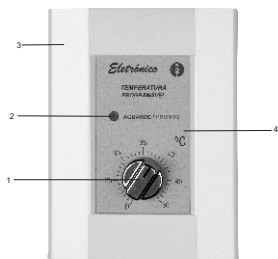
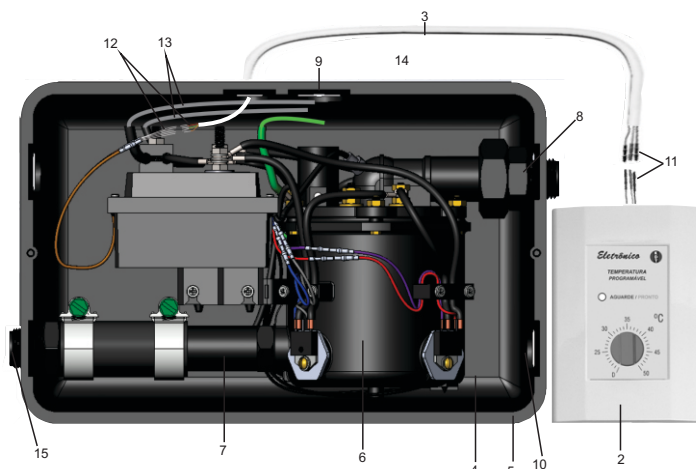

FIG.4 - CONTROLE REMOTO
FIG. 1 - AQUECEDOR CENTRAL
- A temperatura é programada através do Botão de Regulagem (Fig.4,nº1), de grau em grau, de 20°C até 50°C (a resolução é de 0,25°C).
- Posicione o Botão de Regulagem na temperatura desejada. Girando o Botão suavemente, a Lâmpada Piloto (Fig.4,nº2) piscará para cada variação de 1°C
- O Botão de Regulagem todo posicionado para esquerda (D) desliga o Aquecedor
- Ligue o registro de água. A Lâmpada Piloto (Fig.4,nº2) indica as situações de banho:
- Para manter a Tampa de acabamento do Aquecedor (Fig.1,nº1) e o Espelho de acabamento do Controle Remoto (Fig.4,nº3) limpos e em bom estado de conservação, utilize regularmente cera automotiva com silicone (observar as instruções de uso do fabricante).
- O Aquecedor Central KDT tanto pode ser instalado na posição normal (entrada de água à direita e saída à esquerda, como na posição inversa (entrada de água à esquerda e saída à direita), sua Caixa de Proteção (Fig1,nº4) já é desenhada para estas 2 possibilidades (Fig.1,nº10).
- Embuta a Caixa de Proteção do Aquecedor KDT na parede deixando as bordas (Fig.1,nº5) sobrepostas aos azulejos.
- Uma tela de proteção no niple rosqueável (Fig.1,nº7) impede a entrada de resíduos no Aquecedor. Se durante o uso houver diminuição progressiva da vazão, retirar o Aquecedor e limpar os resíduos desta tela que impedem a passagem livre da água. **Se preferir, chame uma Autorizada KDT para efetuar este serviço (relação anexa ou no site KDT).**
- **A NBR 5410 (Instalações Elétricas de Baixa Tensão) determina a instalação de Disjuntor (DR) com corrente diferencial de 30 mA e corrente nominal de 50A exclusivo para o seu circuito.** O aparelho permite uso de DR para água com resistividade superior a 1300 Ohm x cm.
- Ligue os dois fios de energia aos fios pretos (Fig.1,nº13), e o Fio Terra ao fio verde (Fig1,nº14) .
- **Importante para sua segurança - evite riscos de choques elétricos, conecte o Fio Terra (Fig1,nº14) a um sistema de aterramento em conformidade com a norma NBR 5410.** Se sua instalação não dispuser desse sistema, providencie um.
- O Controle Remoto pode ser posicionado em qualquer lugar no banheiro, **inclusive dentro do box.** Sugerimos colocá-lo dentro do box e perto da porta, para facilitar seu uso tanto dentro como fora do banheiro (Figs.1 e 2).
- Passe o Cabo de conexão 4m (Fig.1,nº3) pelo conduíte, da caixa de luz 2"x 4" até o Aquecedor *sem forçar*, para não danificar os terminais (Fig.1,nºs 11 e 12). (Proteja-os nas 2 pontas com fita adesiva para esta instalação).
Em distância maior que 4m entre o Aquecedor e o Controle Remoto, emende 2 cabos de conexão 4 m (Fig.1,nº3). Há disponível para venda nas Autorizadas KDT (relação anexa ou no site KDT).
- Encaixe os terminais do Cabo de conexão (Fig. 1,nº3) nos terminais respectivos do Controle Remoto (fig.1,nº11) e do Aquecedor (fig.1,nº12), unindo cada fio do Cabo de Conexão com o correspondente *da mesma cor*.